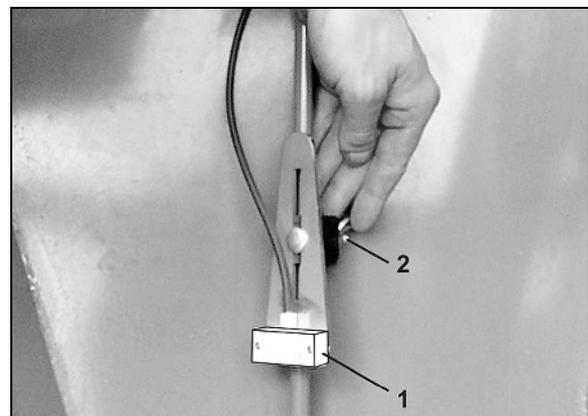

Fig. 93
3. Desserrez l'écrou à ailettes (Fig. 93/2).
4. Réglez la hauteur du capteur de niveau de remplissage (Fig. 93/1) en fonction de la quantité de semences résiduelle souhaitée.
5. Serrez à fond l'écrou à ailettes (Fig. 93/2).
Montez le capteur de niveau de remplissage de manière conforme (Fig. 93) !